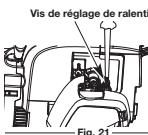

Fig. 21
La vitesse de ralenti du moteur est réglable à l'aide d'une vis de réglage accessible par un trou situé sur le dessus du couvercle du moteur (Fig. 21).
2. Relâchez la manette des gaz et laissez le moteur tourner au ralenti. Si le moteur s'arrête, insérez un tournevis cruciforme entre la couverture du filtre à air et celle du moteur (Fig. 21). Tournez la vis du ralenti dans le sens des aiguilles d'une montre, 1/8 de tour à la fois (selon le besoin) jusqu'à ce que le moteur tourne au ralenti sans à-coups.